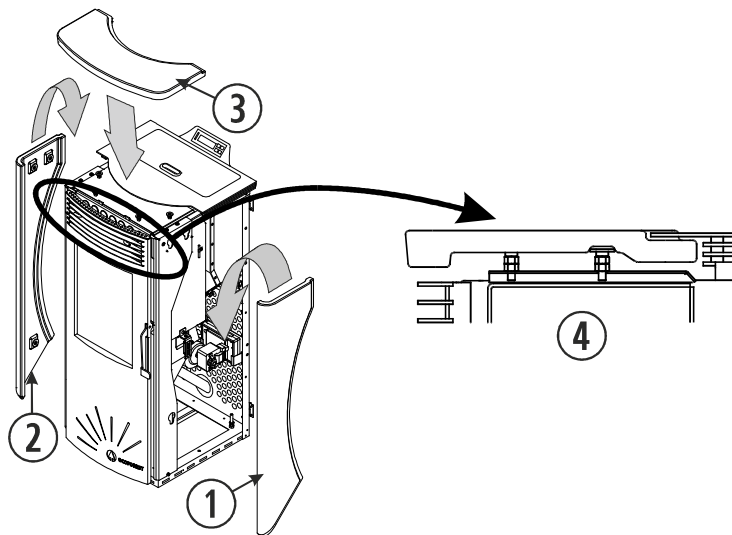

Figura 2
- No modelo Vigo a ordem de montagem é a indicada na *figura 2*. As colunas cerâmicas somente devem ser colocadas nos suportes que se encontram na própria estufa.
①	Coluna lateral direita.
②	Coluna lateral esquerda.
③	Topo superior.
④	Vista corte secção montagem.